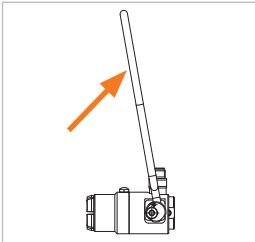

Abbildung 12
- ▶ Führen Sie die Betätigung (Pos. 1) bis zum Anschlag nach oben (Abbildung 12). Die Spannzangen öffnen sich.